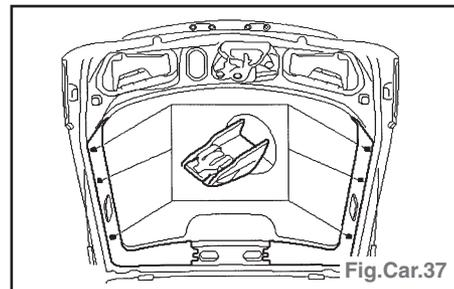

Fig.Car.37
- Déposer les panneaux de garnissage latéraux de hayon (Fig.Car.37).